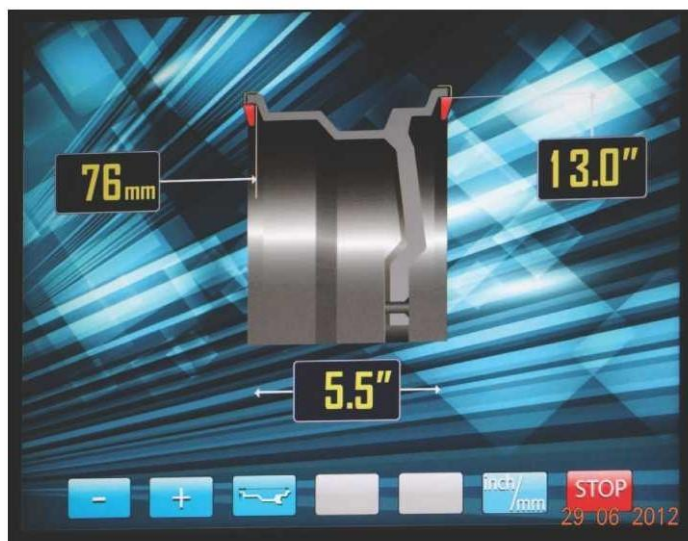

рис.10.2.
При включении питания СБ автоматически устанавливаются исходные параметры « $d$ » и « $b$ », записанные в памяти СБ, которые можно проконтролировать нажимая кнопку  $A, d, b$  кнопка 3 на рис.10.2.
В этом режиме функционируют кнопки «-» и «+» для ввода ширины диска, а также для коррекции диаметра диска и дистанции от корпуса СБ до колеса, если требуется их ручная коррекция. Переключение кнопок «-» и «+» для коррекции диаметра и дистанции осуществляется кнопкой A, d, b (кнопка 3 рис.10.2), при этом корректируемая величина выделяется красным цветом, кроме того кнопка A, d, b позволяет перейти к экрану ввода геометрических параметров из экрана основного рабочего режима.
11.2.1. Введите геометрические параметры колеса как описано в п. 10.2 или 10.4. На экране ввода геометрических параметров отображается стандартная балансировка грузами на пружинках рис.10.2 или 10. 4.